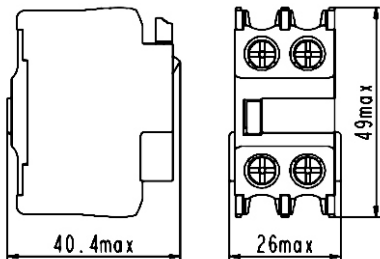

图1 辅助触头组 (2组) 外形尺寸
5.1 辅助触头组 (2组) 外形尺寸, 见图1。型号规格重量见箱贴。